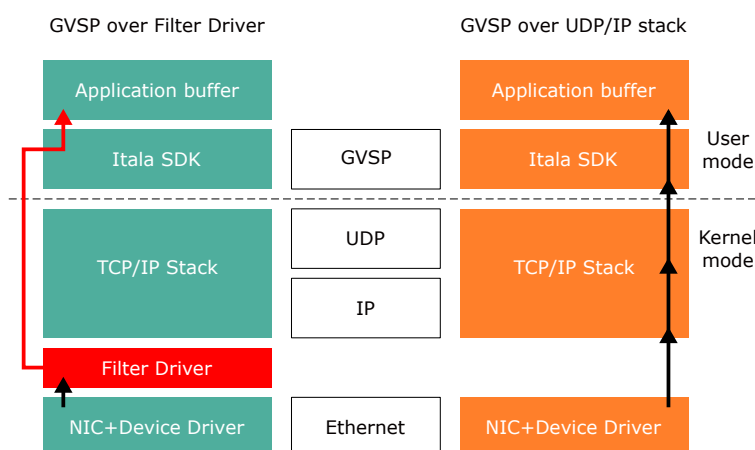

Figure 4: GigE Vision Streaming (GVSP) con e senza filtro driver
consente di saltare lo stack di protocolli di rete standard che aumenterebbe la latenza e l'utilizzo della CPU sulla macchina host (Fig.4). Il risultato è un offload di basso livello per la gestione dei pacchetti che ottimizza il consumo di risorse del sistema host.
4. Al termine dell'installazione, il driver del filtro apparirà nella finestra delle proprietà della NIC (Fig. 4).